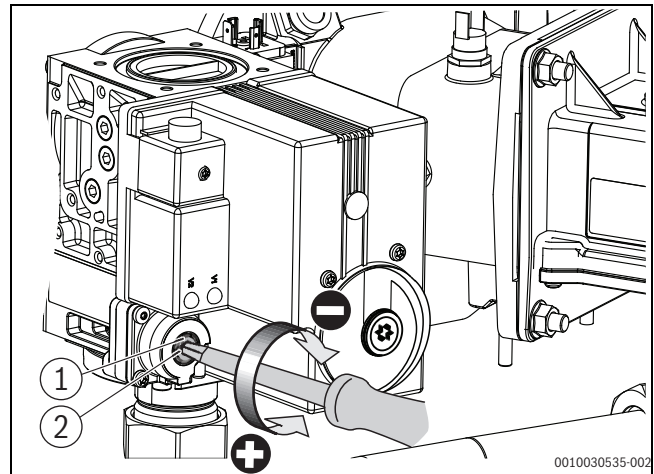

Bild 8 O₂-Gehalt bei Teillast einstellen (Kesselgröße 150 [bis V03] – 300 kW)
- ▶ Verschlusschraube an der Gasarmatur herausdrehen (→Bild 8).
- ▶ O₂-Wert an der Teillast-Einstellschraube auf 5,4 % einstellen (→Bild 8).